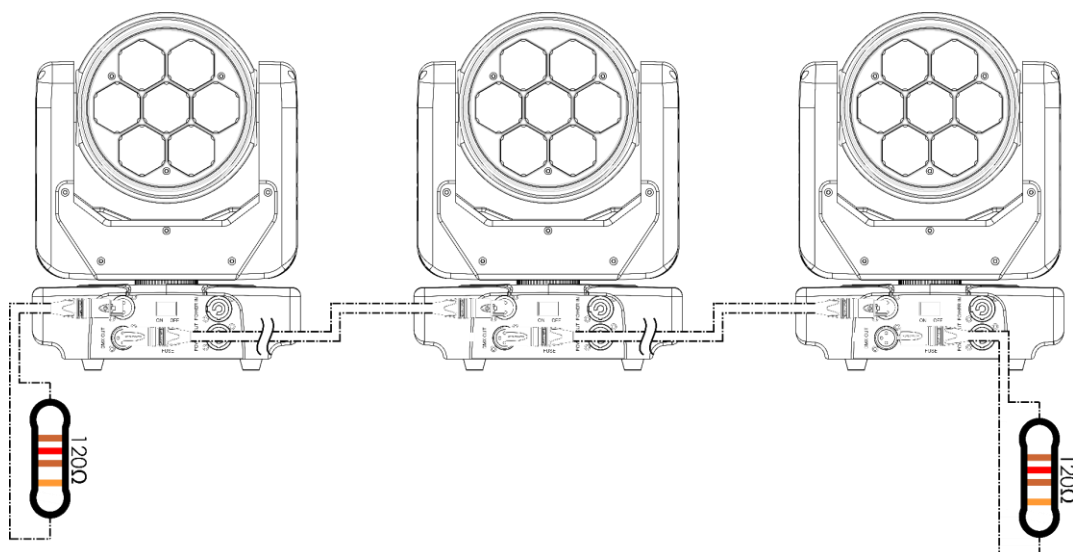

Fig. 12
- 02) Herhaal stap 1 om alle apparaten aan te sluiten zoals getoond in Fig. 12.